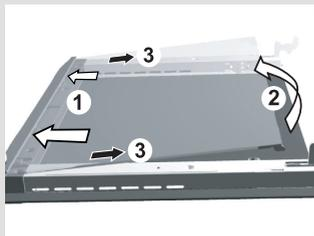

Figure 1
- Saisissez la vitre par le bas. Tirez-la délicatement vers vous, puis soulevez-la légèrement – mais pas trop – (de 10 mm au maximum) jusqu'à ce que le coin support sorte de la fente (figure 1).